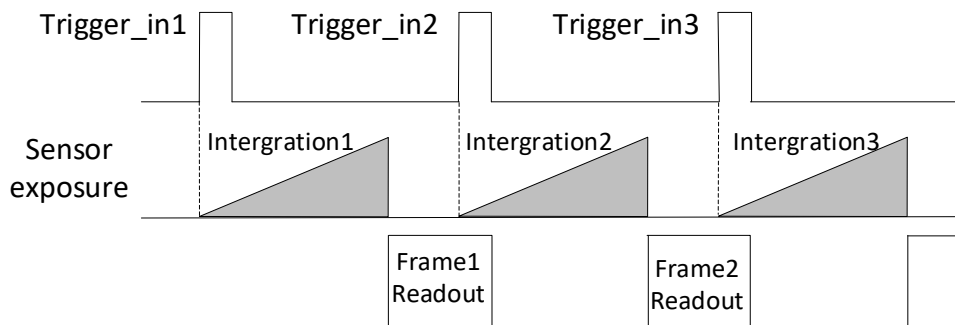

图4-12 第 2 帧正常处理时序
- 若第 2 个触发信号第 1 帧图像的曝光结束时间不早于相机当前第 1 个触发信号最后 1 帧的出图时间，则第 2 个触发信号第 1 帧图像正常出图，如图 4-12 所示。